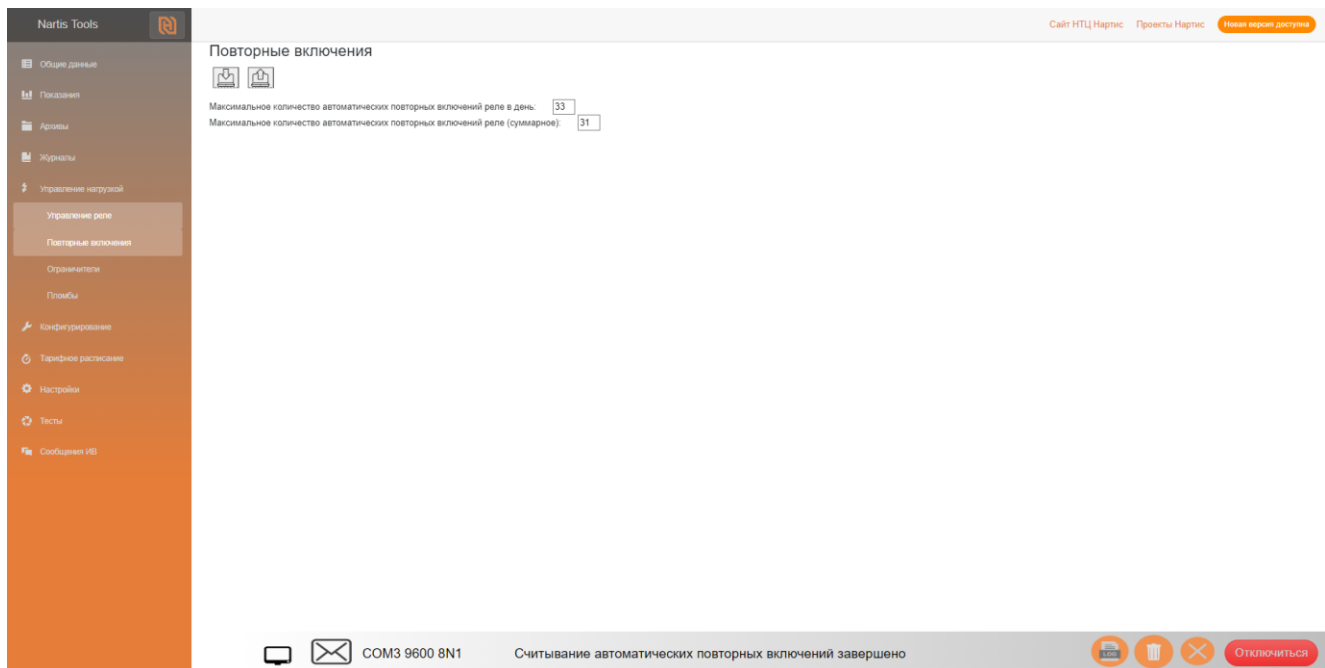

Рисунок 36 – Диалоговое окно подраздела «Повторные включения»
12.2 В подразделе «Повторные включения» выполняется чтение и управление автоматическими повторными включениями (рисунок 36).